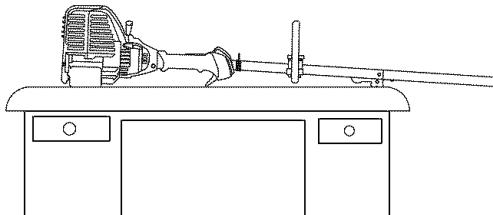

Fig. 19
2. Coloque el motor sobre una superficie plana y nivelada, con el protector de la cabeza de corte colgando de un banco o mesa de trabajo para obtener una lectura adecuada del nivel de aceite (Fig. 19).
5. La mirada en el petróleo llena hoyo, utiliza una linterna si necesario. El petróleo debe estar tocando apenas las interiores la mayoría de los hilos (Fig. 19).